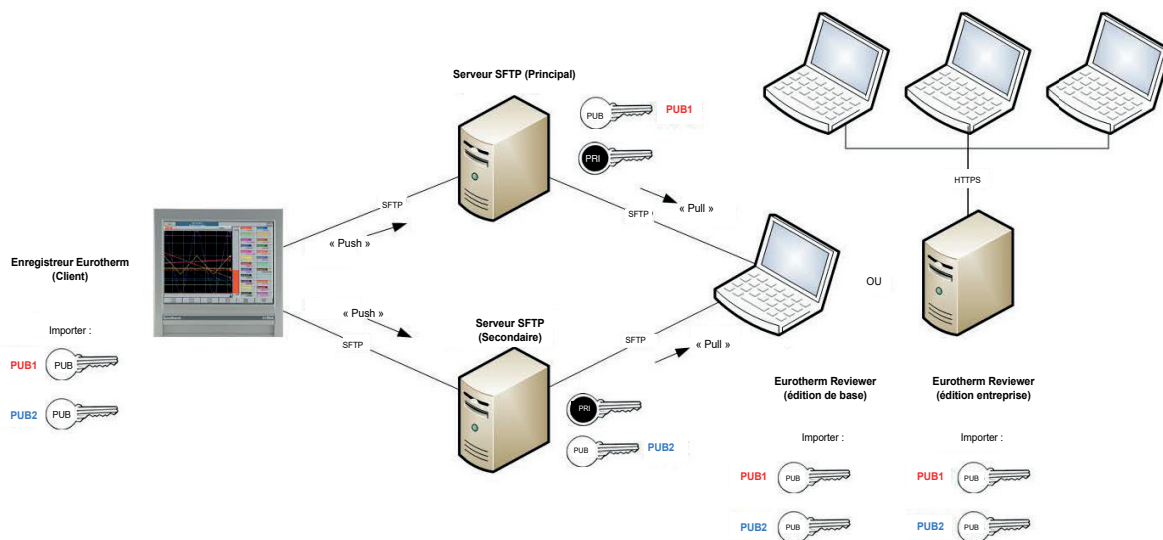

Figure 4.8b Secure FTP - Enregistreur fonctionnant comme un client
Il existe plusieurs configurations système, la figure 4.8b Secure FTP - Enregistreur fonctionnant comme un client présente un enregistreur 6000 fonctionnant comme un client, connecté à deux serveurs exécutant tous deux une application de serveur SFTP.
- Exportez ou demandez une copie de la clé publique SFTP actuelle de l'enregistreur. Si la connexion concerne plusieurs serveurs, une clé publique sera nécessaire pour chaque serveur. (Voir les clés publiques PUB1 and PUB2 à la « Figure 4.8b Secure FTP - Enregistreur fonctionnant comme un client » en page 254
Le menu Import Public key (Importer une clé publique) permet à l'utilisateur d'importer une clé publique SFTP à partir d'un serveur SFTP configuré. Ce peut être par exemple un enregistreur connecté téléchargeant et transférant des données de manière sécurisée vers un serveur d'archivage « principal » (ou plusieurs serveurs), voir « Figure 4.8b Secure FTP - Enregistreur fonctionnant comme un client » en page 254.